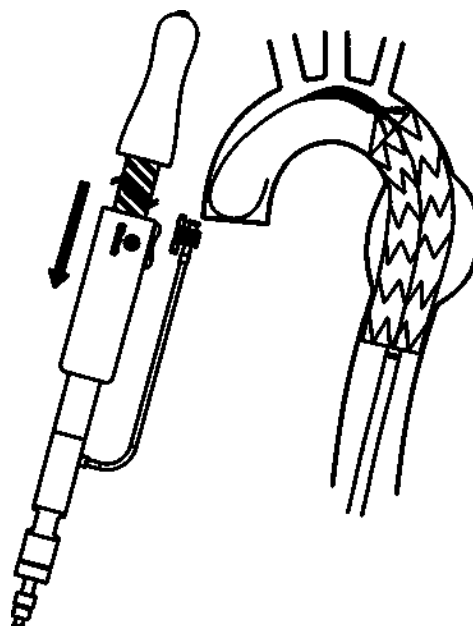

Рис.8. Быстрая установка стент-графта
- Быстро установите стент-графт. Удерживайте систему доставки неподвижно за передний захват, затем разомкните спусковой механизм и протяните скользящий захват по винтовому механизму для полного высвобождения стент-графта. (рис.8)